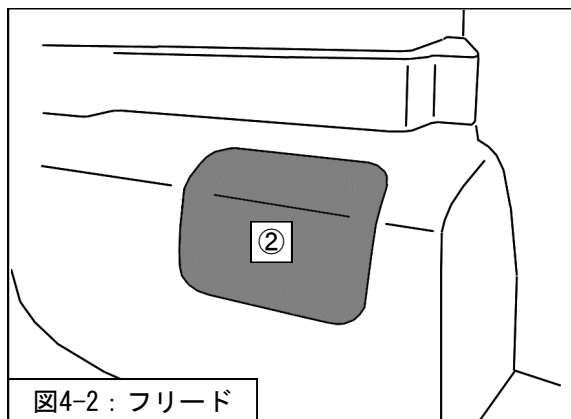

図4-2：フリード
3. フリードは、室内のサイドライニングに②リッドを取付けてください。(図4-2)